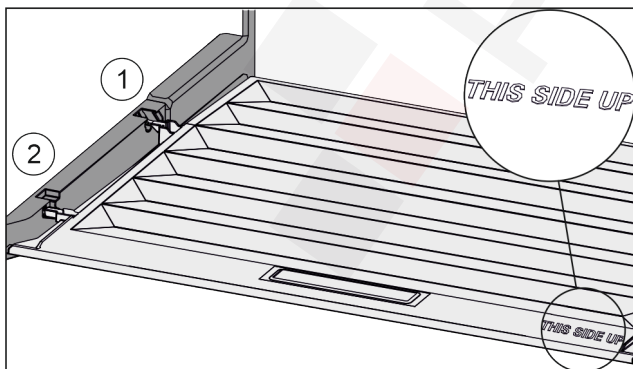

Fig. 41
- ▶ Vezesse be a fedél bordáit a hátsó tartó Fig. 41 (1) nyílása fölé, elöl pedig pattintsa be azokat a tartóba Fig. 41 (2).